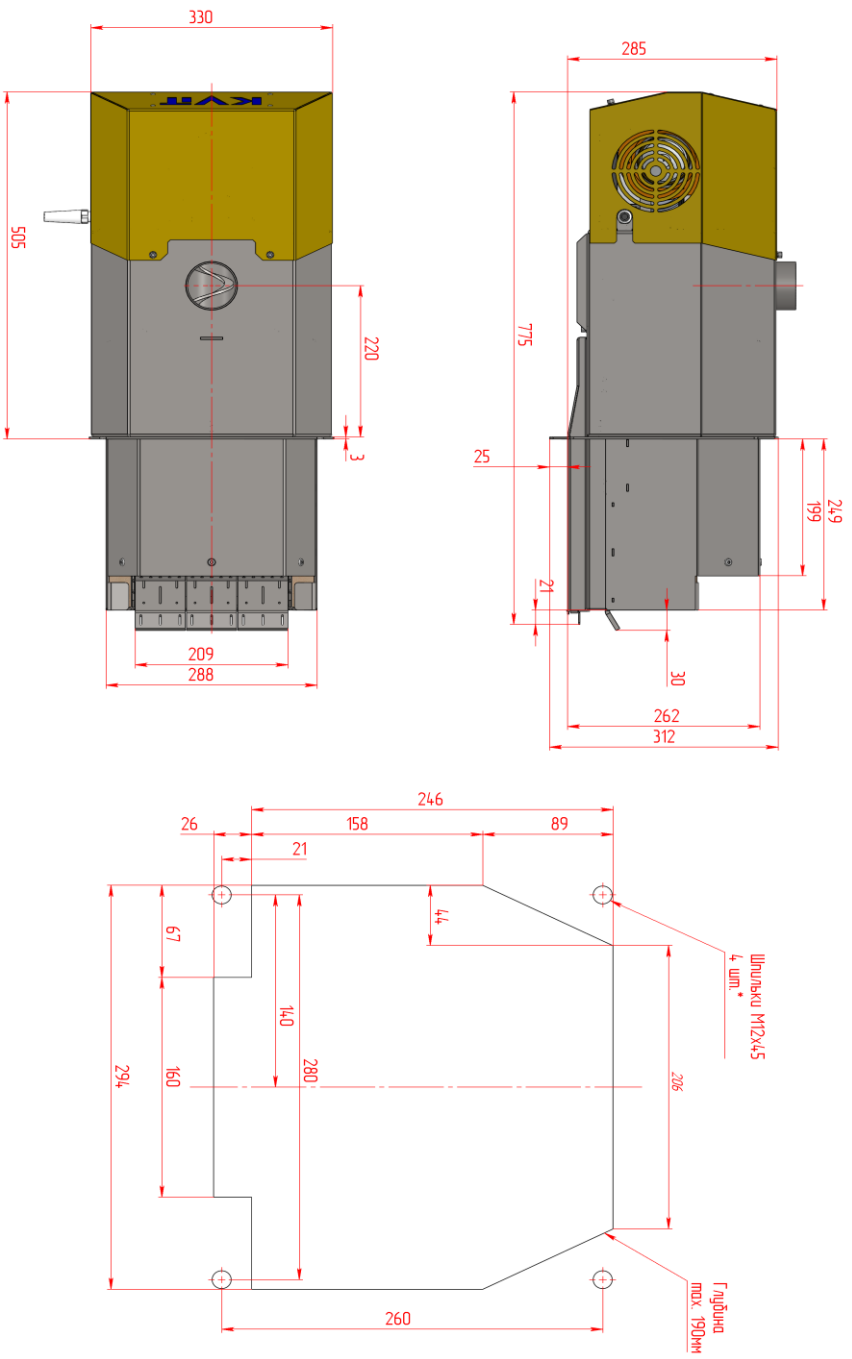

Рис.3 Габаритные и присоединительные размеры пеллетной горелки KVIГ Orifima 100 кВт.
- 2) Согласно схеме на Рис.3 выполнить монтажные отверстия в штатной дверце котла, если в комплекте поставки не предусмотрена дополнительная дверца горелки.